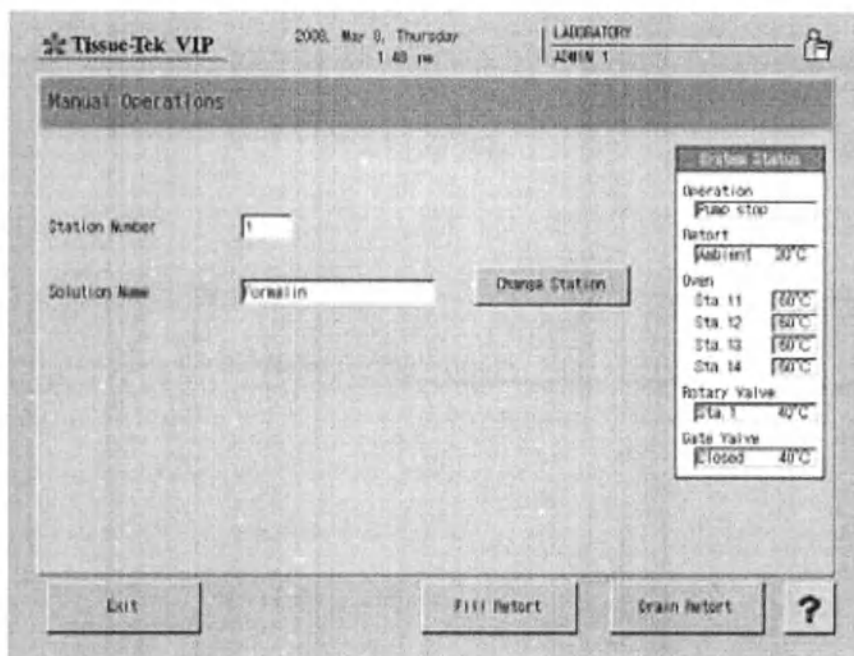

Рис. 58 Настройка операций вручную
1. В главном меню выберите закладку «Utility Menu» (Меню утилит), а затем нажмите кнопку «Manual Operations» (Операции вручную). Появится соответствующее меню (Рис. 58).
В правой части экрана «Manual Operation» (Операции вручную) расположено окошко, в котором выводится информация о состоянии системы («System Status») (Рис. 58) — показана выполняемая в настоящий момент операция, состояние реторты, температура парафиновой печи, положение и температура ротационного клапана, а также состояние (положение) и температура воротного клапана.